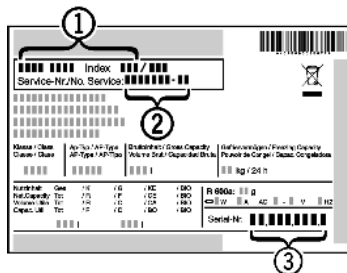

Fig. 19
- ▶ A készülék megnevezését *Fig. 19 (1)*, a szerviz- *Fig. 19 (2)* és sorozatszámot *Fig. 19 (3)* a típus tábláról olvassa le. A típus tábla a készülék belsejében baloldalon található.
- ▶ Értesítse a vevőszolgálatot a hibáról, és adja meg nekik a készülék megnevezését *Fig. 19 (1)*, a szerviz- *Fig. 19 (2)* és a sorozatszámot *Fig. 19 (3)*.